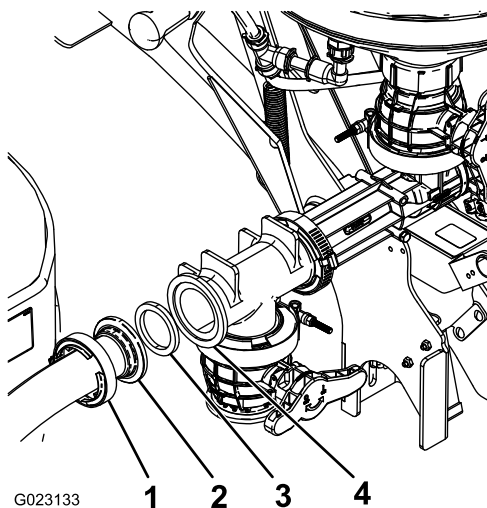

Figura 18
2. Montate l'altra estremità del flessibile sull'apertura anteriore del nebulizzatore utilizzando una guarnizione e una fascetta stringitubo (Figura 18).